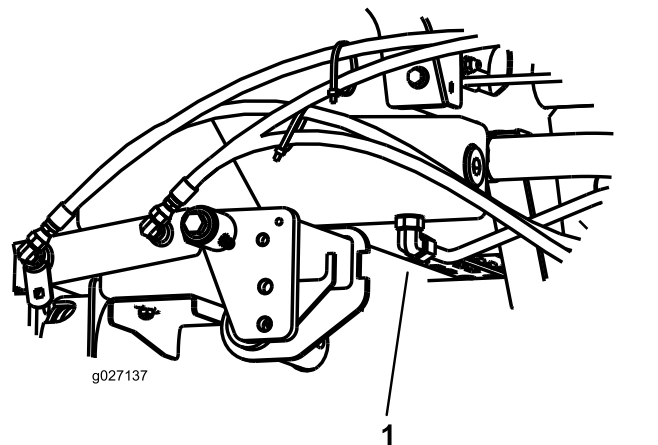

Figura 73
3. Collocate una bacinella di grandi dimensioni sotto il raccordo previsto sulla base del serbatoio del fluido idraulico (Figura 73).